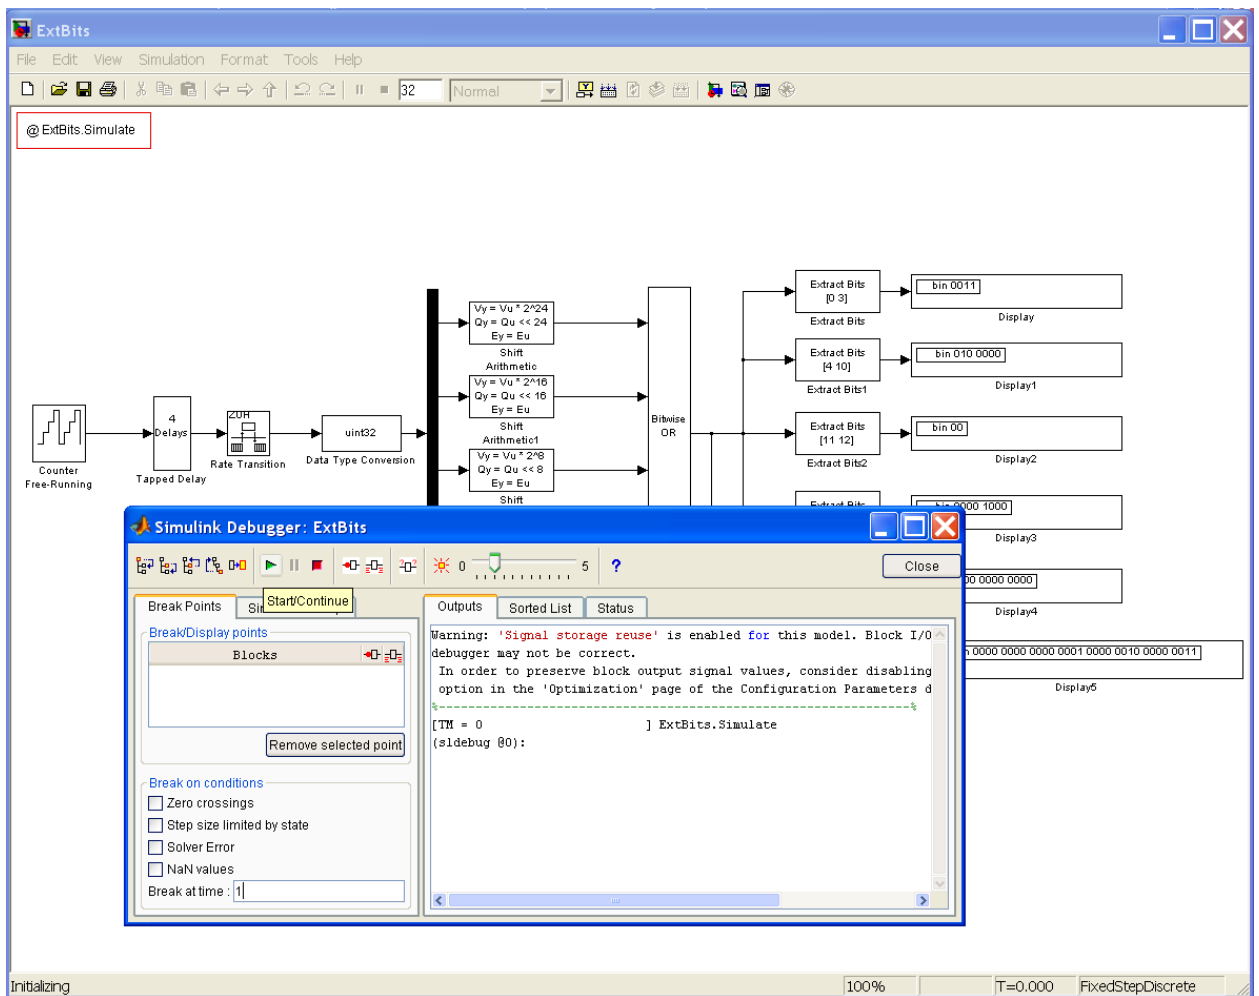

Рис. 15. Проверку работы модели наиболее удобно проводить в пошаговом режиме с помощью Simulink Debugger
10. На панели Break Points в поле Break at time установите значение 1 (рис. 15).